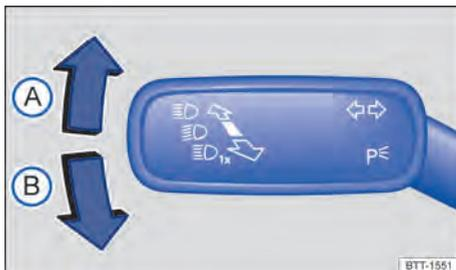

Fig. 84 À esquerda na coluna de direção: alavanca dos indicadores de direção e do farol alto.
- Traga a alavanca dos indicadores de direção e do farol alto da posição central para a seguinte posição → Fig. 84:
- (A) Piscar à direita ➔.
- (B) Piscar à esquerda ◀.